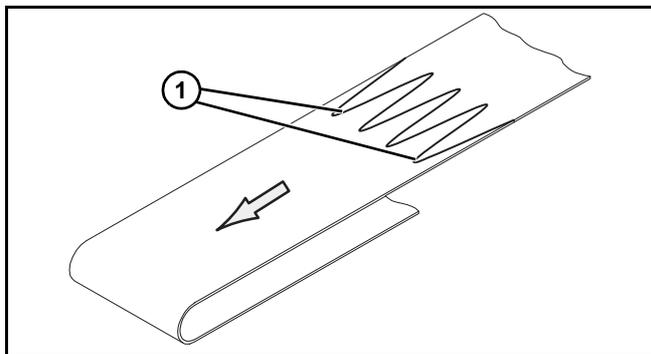

Figure 50
1. Orienter la bande de façon que les doigts de l'épissure (Figure 50, élément 1) pointent dans la direction de déplacement de la bande indiqué par l'étiquette (Figure 49, élément 1).